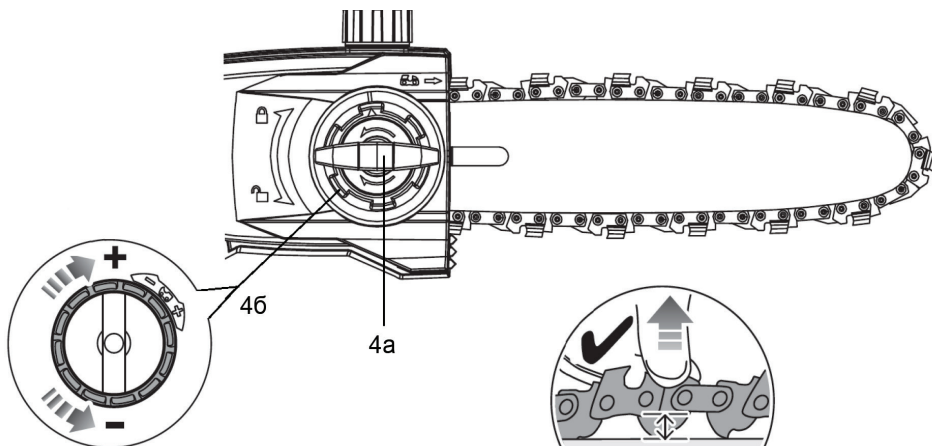
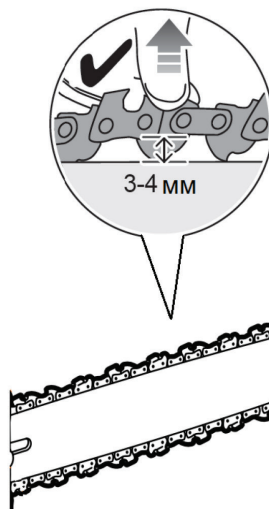

Рис. 10
Рис. 11
1. Прислабце супраць гадзіннікавай стрэлкі ручку 4a (рис. 10) механізму нацяжэння ланцуга.
2. Прыпадніміце пярэдняю частку шыны ўверх, і ўтрымліваючы яе, круціце ручку нацяжэння ланцуга 46 (рис. 10) па гадзіннікавай стрэлцы да таго часу, пакуль ланцуг не будзе шчыльна прылягаць да ніжняй часткі шыны. Затым вазьміце ланцуг пасярэдзіне шыны з верхняй часткі і прыпадніміце верх. Ланцуг павінен выходзіць з накіроўвалай пазы шыны на 3 -4 мм (рис. 11).
3. Зафіксуйце мацаванне шыны фіксатарам 4a (рис. 10).